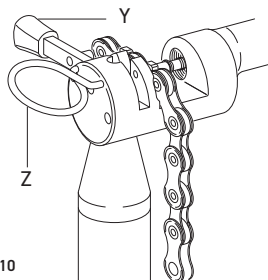

Fig.10
- Bloquez le maillon à l'aide du dispositif de blocage approprié (Z - Fig. 10).
- Contrôlez que la languette de l'outil **UT-CN400** se trouve dans la position extérieure (Y - Fig. 10).